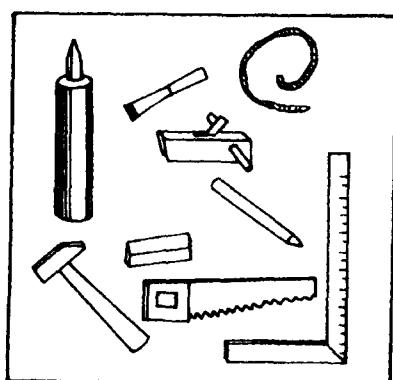

图 1-14 各种安装工具
(1) 安装的准备 安装前应使墙面干净、干燥、平整，高度弹线找平。为适应当地气候条件，达到空气的含水率要求，买来的墙板在安装前，应将原包装拆封就地保存至少48h。所需工具有锯、锤子、尺、专用胶、绳子、刨、凿子，如图1-14所示。
(2) 施工方法 共分7个步骤进行，每个步骤必须要保证质量，这样铺贴墙面光彩照人。
① 凹凸板的选择。测量墙面长度，计算出所需凹凸板的整数块，多余空间用拼板完成。拼板应分配在端部，